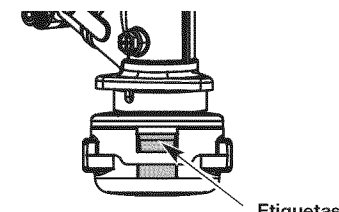

Fig. 18
1. Oprima fuertemente las orejetas que se encuentran a cada lado del cabezal de corte. (Fig. 18)